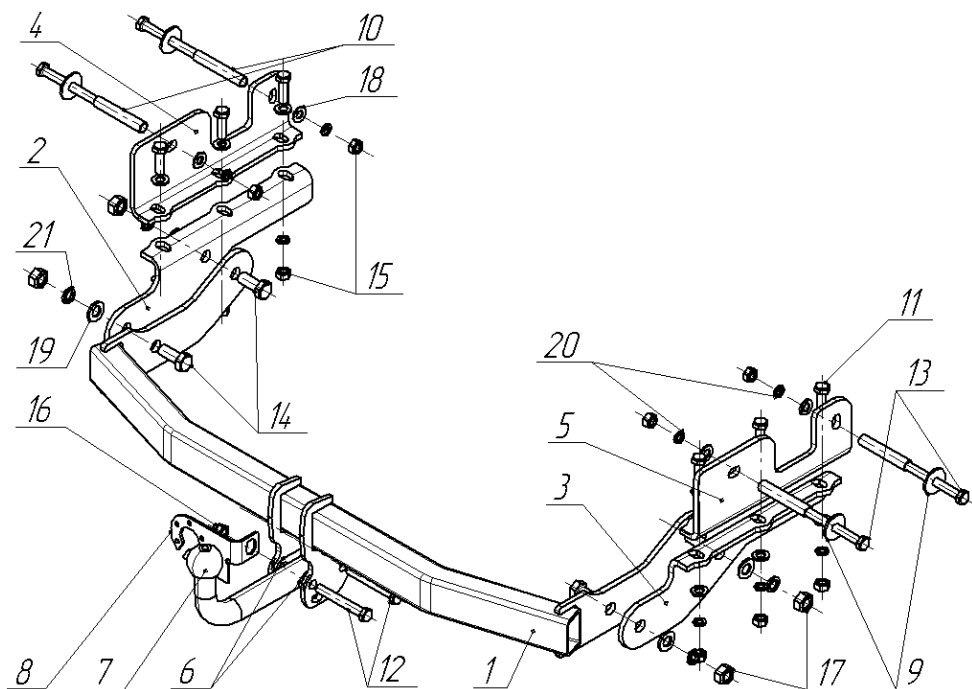

Рис.1 Установка на автомобиль
- Закрепить к уголкам кронштейны поз.2,3 и ТСУ поз.1 (см.рис.1);